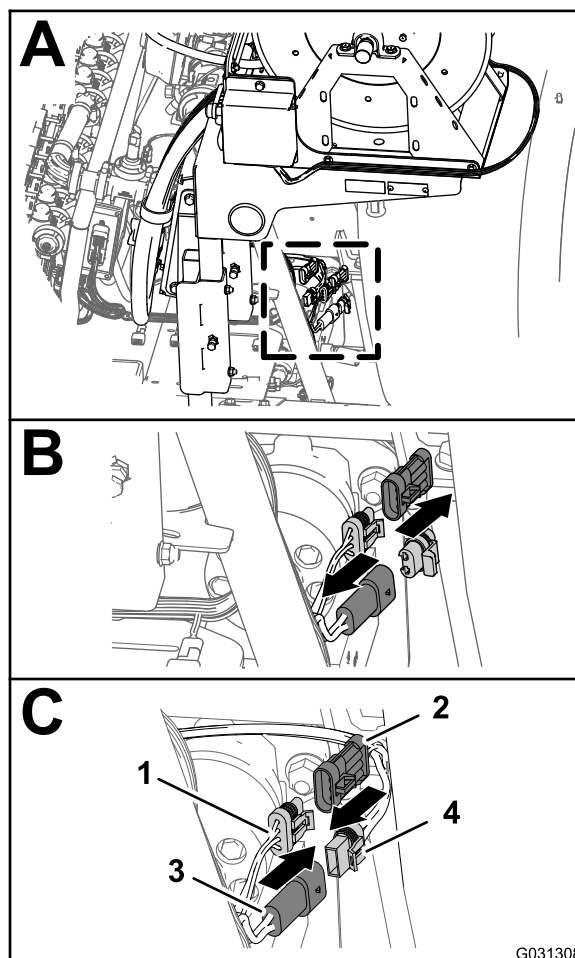

Figura 145
1. En la parte trasera de la máquina, localice el arnés de cables del kit de carrete de manguera eléctrico, detrás del depósito de fumigación (Figura 145, A).
2. Retire el tapón del conector de 2 pines del arnés principal trasero de alimentación del carrete de manguera (Figura 145, B).
3. Conecte el conector hembra de 2 vías del arnés del carrete de manguera eléctrico al conector de 2 pines del arnés de cables principal trasero (Figura 145, C).
4. Retire el tapón del conector hembra de 3 vías del arnés principal trasero de interconexión del arnés de fumigación (Figura 145, B).
5. Conecte el conector de 3 pines del arnés del carrete de manguera eléctrico al conector hembra de 3 vías del arnés principal trasero (Figura 145, C).